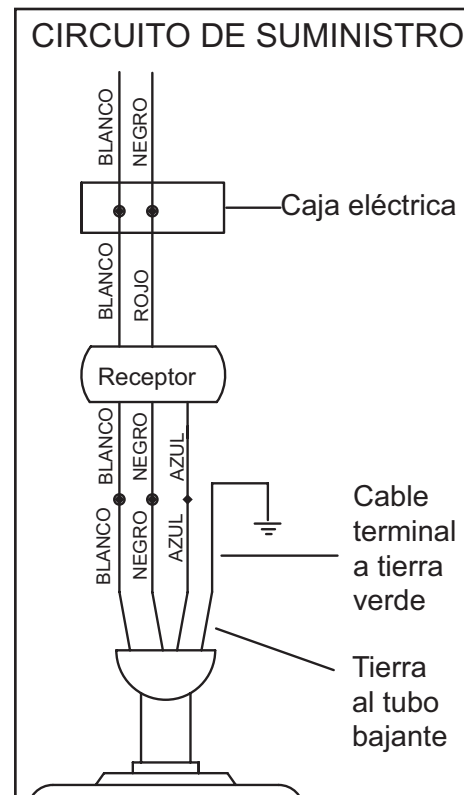

Figura 13
Sigue estos pasos para conectar tu ventilador a tu circuito doméstico. Usa las tuercas de conexión de cable provistas con el ventilador y el control remoto. Asegura los conectores con cinta aislante. Asegúrate de que no haya cables o conexiones sueltas (Figura 13).
1. Conecta el conductor a tierra del cable de 120 voltios (puede ser un cable desnudo o un cable con aislante verde) al (los) cable(s) terminal(es) a tierra verde(s) del ventilador (Figura 13).
2. Conecta el cable blanco del motor del ventilador al cable blanco del receptor, usando una tuerca de cable (Figura 13).
3. Conecta el cable negro del motor del ventilador al cable negro del receptor usando una tuerca de cable (Figura 13).
4. Conecta el cable azul del motor del ventilador al cable azul del receptor usando una tuerca de cable (Figura 13).
5. Conecta el cable rojo del receptor al cable negro de suministro de energía (positivo) usando una tuerca de cable (Figura 13).
6. Conecta el cable blanco del receptor al cable blanco de energía (neutro) usando una tuerca de cable (Figura 13).